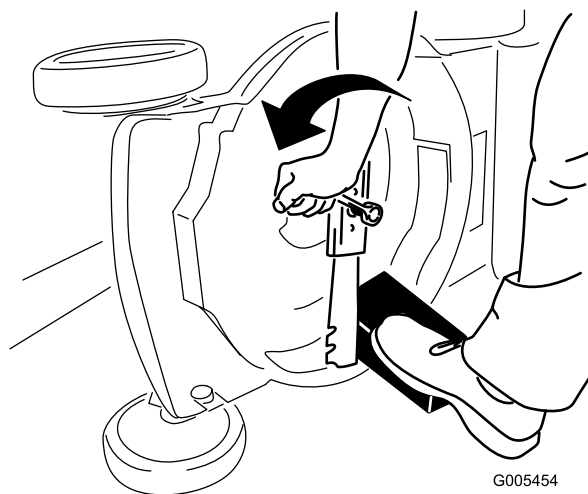

Figura 29
3. Utilize um bloco de madeira para manter a lâmina segura (Figura 29).
4. Retire a lâmina guardando todo o equipamento de montagem (Figura 29).